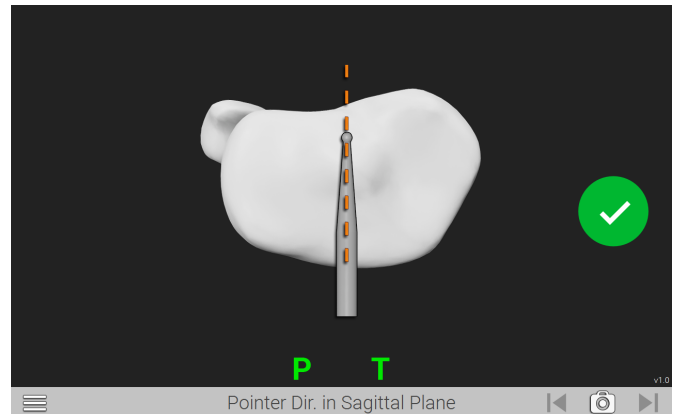

Figura 35
A continuación, se presenta la pantalla para determinar la dirección del puntero en el plano sagital (Figura 35). Coloque la punta del puntero en la posición central posterior (inserción del LCP) y apoye el puntero (P) sobre la tibia proximal a través de la línea que une el centro de la tibia y el tercio medio de la tuberosidad tibial anterior.